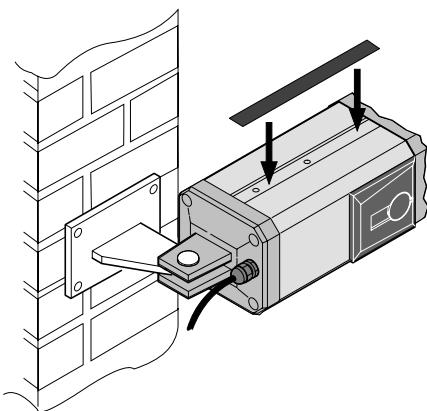

Fig. 8
- 13) Appliquer l'étiquette métallique sur la fente présente dans la partie supérieure du moteur, de manière à fermer les trous présents, comme l'indique la fig. 8. En revanche, ne pas fermer les trous présents dans la partie inférieure.